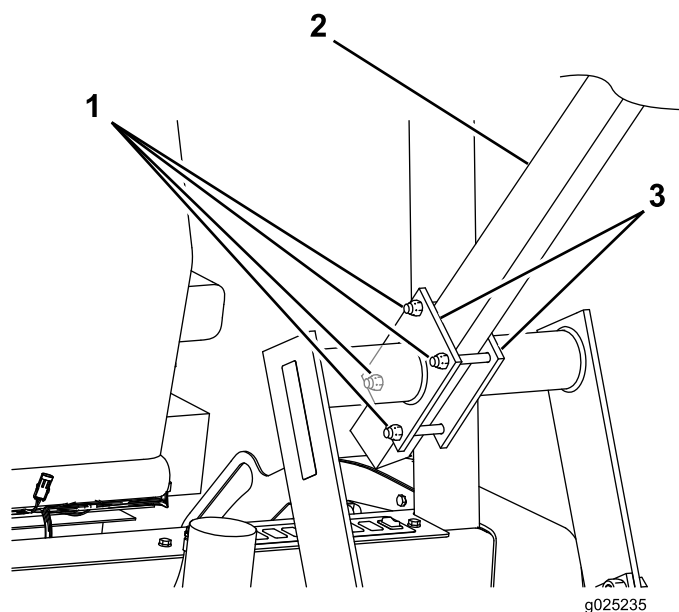

Figure 2
1. Support du racleur (2)
5. Montez, sans les serrer, les 4 boulons à tête hexagonale (M12 x 110 mm) et les 4 contre-écrous (M12) du kit sur les plaques, et insérez la barre du racleur entre les plaques et les boulons, comme montré à la Figure 2.